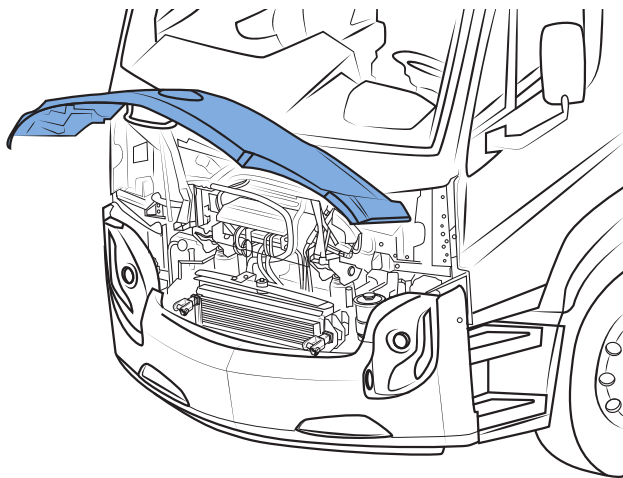

Figure 25 - Capot
1. Assurez-vous que les essieux sont déverrouillés. Le témoin lumineux au centre du commutateur (**Figure 25**) est éteint lorsque le blocage du différentiel est désactivé.